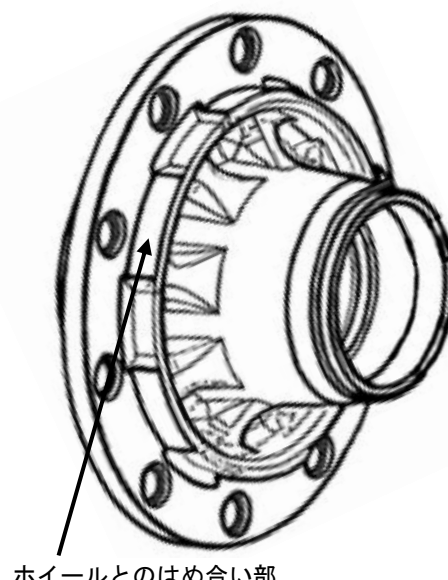

図 6. ISO方式ハブ
- ホイール・ナットにISO方式を使用しているハブにあっては、ホイールとのはめ合い部に摩耗等の異状はないか、特にホイール取付け状態にガタ等の異状がないか目視により点検する。（図6）